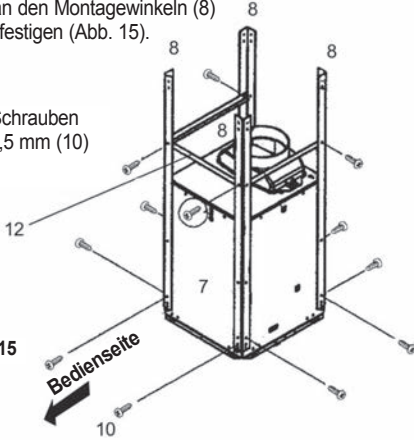

Abb. 15
Jeden der vier Montagewinkel (8) mit mindestens 2 Schrauben (10) am Motorblock (7) befestigen. Um die Stabilität der Konstruktion weiter zu erhöhen, ist noch die Stabilisierungsstrebe (12) mit insgesamt 4 Schrauben (10) an den Montagewinkeln (8) zu befestigen (Abb. 15).